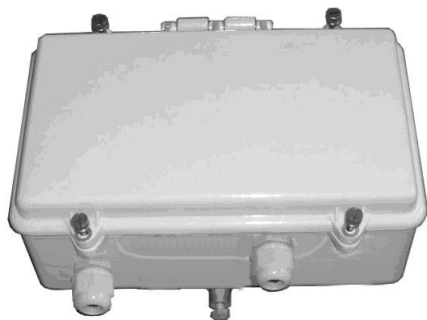
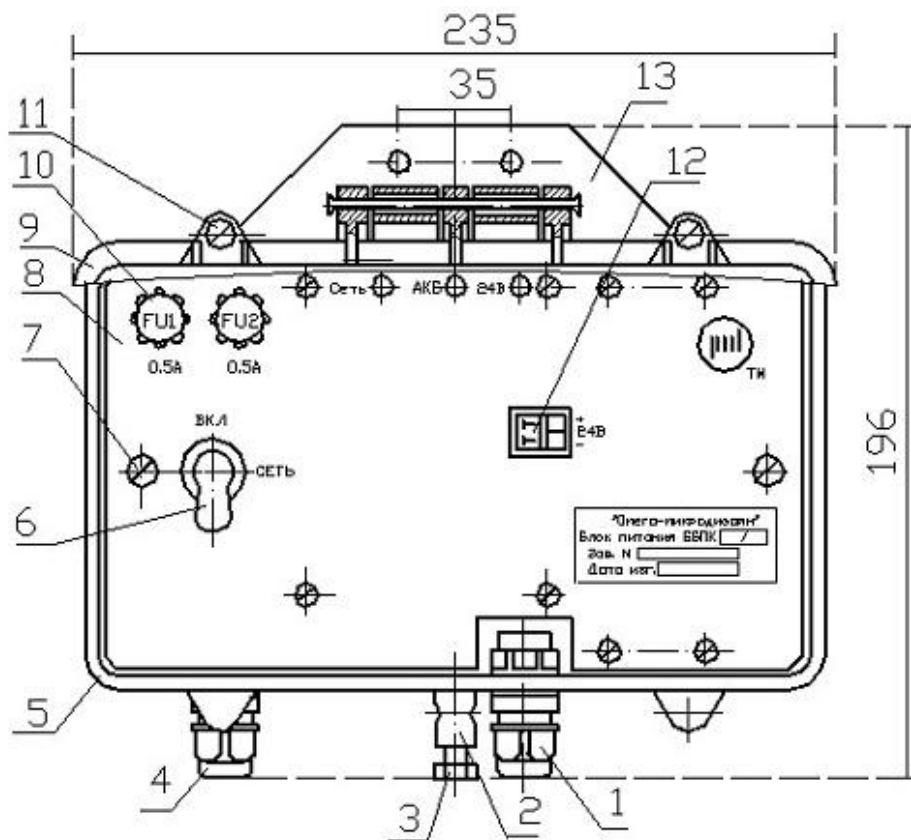
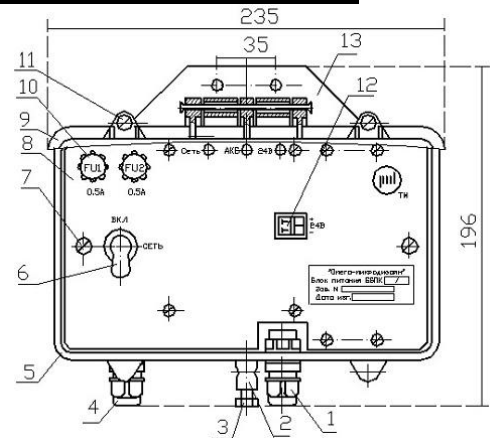
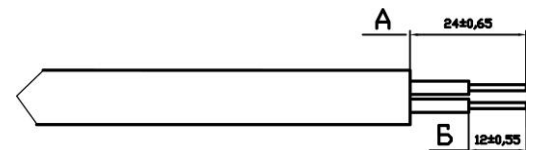

Рис. 4.1
Рис. 4.2
Рис. 5.1
Рис. 5.2
4.1 ББП построен в виде одноблочного конструктивно законченного устройства (рис. 4.1) и предназначен для питания извещателей от сети переменного напряжения ~220 В.
4.7 ББП выполнен в литом алюминиевом корпусе с крышкой. Внутри корпуса (рис. 4.1, рис. 4.2), на съемном шасси размещены электронные модули и аккумуляторная батарея (АКБ) 12 В/1,2 Ач для резервного питания.
4.8 На рис. 4.2 (рис. 5.1) обозначено:
5.1 БП устанавливается на вертикальной поверхности, столбе или трубе. Вводы кабелей должны располагаться в нижней части корпуса. При установке БП на вертикальной поверхности, произвести разметку места крепления блока в соответствии с расположением двух крепежных отверстий на рис.5.1. Диаметр отверстий в пластинах 7мм. Установку производить с учетом длины сетевого и низковольтного кабелей, удобства доступа к органам управления и обеспечения обзора индикаторов.
5.3 Подготовить сетевой кабель в соответствии с рис.5.2. Для чего освободить на 24 мм изолированные проводники кабеля от защитных и экранирующих покрытий, снять изоляцию с отдельных проводников кабеля на 12 мм и опаять. Выкрутить невыпадающие винты «7» крепления шасси (рис.5.1), извлечь шасси «8» из корпуса. Пропустить сетевой кабель внутрь БП через соответствующий ввод и присоединить проводники сетевого кабеля к контактам тумблеров. Проверить надежность закрепления проводников сетевого кабеля. Надежно соединить наконечник красного цвета с «+» выводом АКБ. Установить шасси в корпус БП и закрепить его невыпадающими винтами.